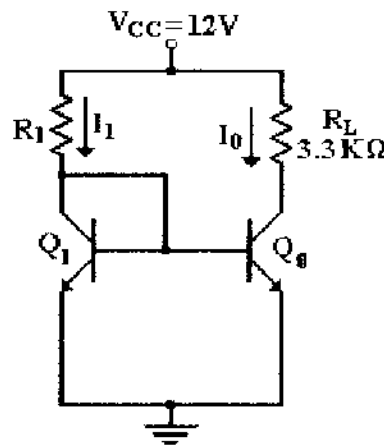

Figura 3.2
Sin embargo, en los circuitos integrados con un número determinado de etapas amplificadoras, normalmente se debe de generar una corriente constante en un lugar y reproducirse en otros para polarización a los diferentes transistores que componen a los circuitos integrados. Para lograr esto debe de implementarse un circuito que se denomina "espejo de corriente" y que se muestra en la figura 3.2. El funcionamiento del espejo de corriente es independiente del valor de voltaje mientras el transistor de salida esté en la región activa directa. Por tanto si los transistores son iguales tenemos:
- 3.- La corriente de salida del espejo de corriente (figura 3.2) es de 2 mA. Determine el valor de la impedancia de entrada del mismo.
- 4.- Para el circuito de la figura 3.2.
- 1.- Arme el circuito de la figura 3.2 y mida el valor de la corriente  $I_o$ . Si esta corriente difiere de la calculada explique a que se debe.